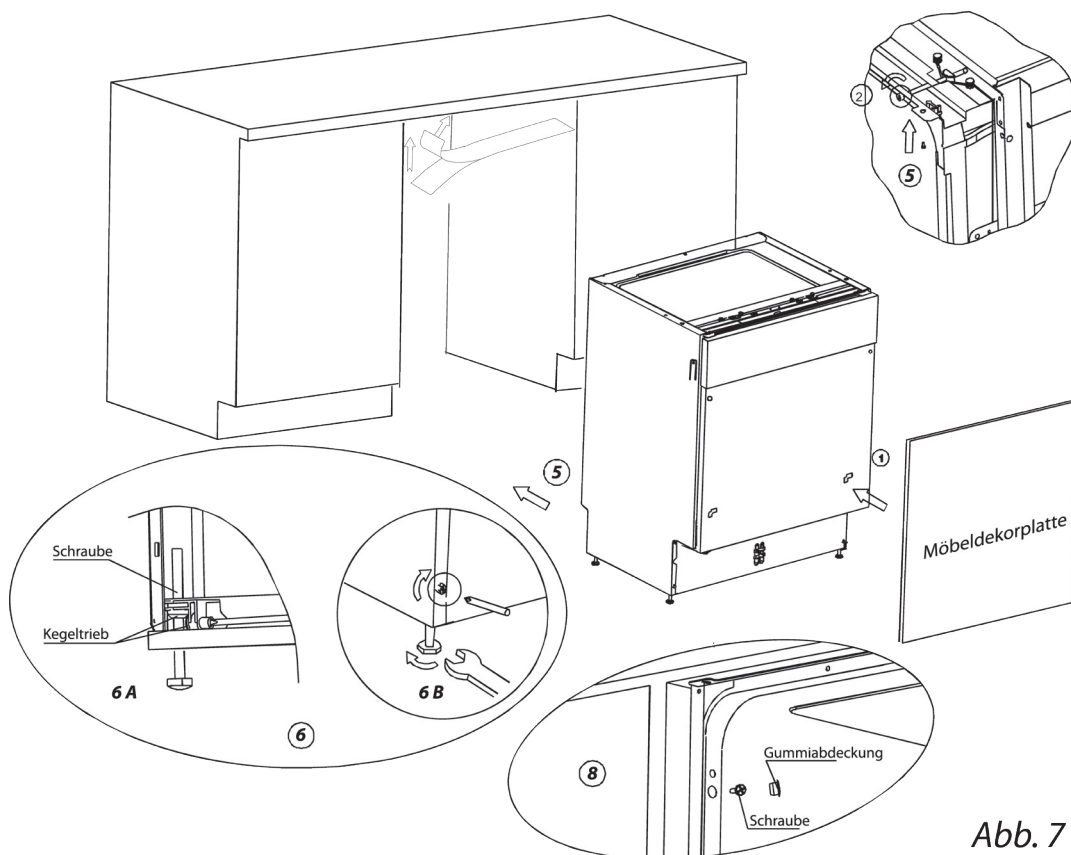

Abb. 7
- 8 Richten Sie den Geschirrspüler eben aus. Die hinteren Füße können Sie von der Vorderseite des Geschirrspülers aus einstellen, indem Sie die Schrauben rechts und links am Gehäuse drehen (siehe Schritt 6A in Abbildung 7). Um die vorderen Füße anzupassen, verwenden Sie einen Schraubenschlüssel und drehen Sie die Füße, bis der Geschirrspüler in Waage steht (siehe Schritt 6B in Abbildung 7).
- A. Wenn Sie eine Arbeitsplatte aus Holz verwenden, fixieren Sie das Gerät mit 2 Holzschrauben an der Arbeitsplatte (Schritt 7 in Abbildung 7).
- B. Wenn Sie eine Arbeitsplatte aus Marmor oder Granit verwenden, befestigen Sie die Halterung an den Seiten des Geschirrspülers und schrauben diesen am Schrank fest. Dann setzen Sie die Gummikappe über die Schraube (Schritt 8 in Abbildung 7).